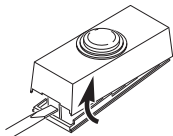

Figura 1
1. **Retire la pestaña naranja de la batería del botón pulsador.** Extraer la parte posterior de la caja presionando la aleta en el botón con un destornillador pequeño (vea la Figura 1). Quite la aleta anaranjada de la batería.
- **Montaje con tornillos:** Para montar con tornillos, quite la parte de atrás de la caja empujando hacia adentro la lengüeta de abajo con un destornillador pequeño y girando la cuchilla (vea la Figura 1). *Nota:* Quite la suciedad de los orificios para tornillos (si es necesario) antes de poner los tornillos. Coloque la parte de atrás de la caja contra la jamba o la pared (vea la Figura 8). Encaje a presión la parte frontal del pulsador.